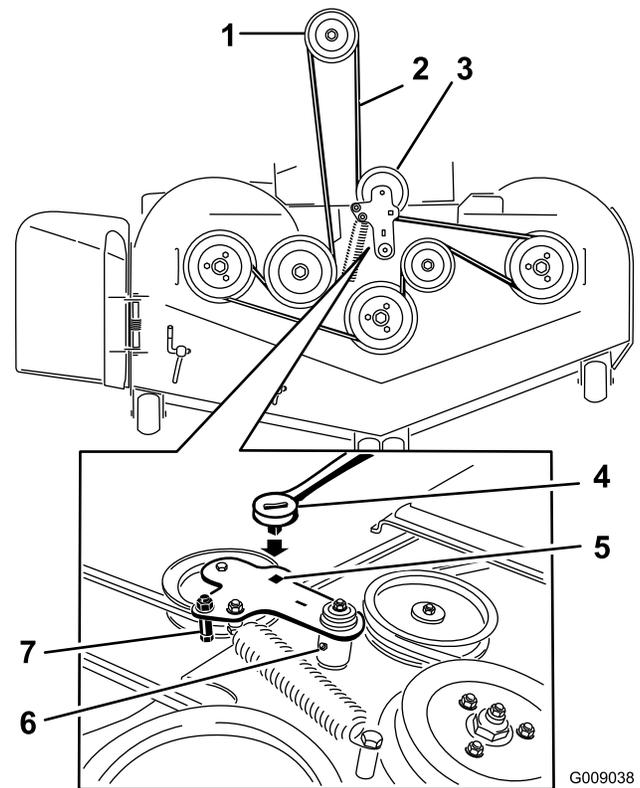

Bild 82
7. Setzen Sie eine Ratsche in das rechteckige Loch im Spannarm ein, um die Spannung an der Spannscheibenfeder zu lösen (**Bild 82**).
9. Nehmen Sie die Riemenschutzvorrichtung am gefederten Spannarm ab, wie in **Bild 82** dargestellt.
11. Verlegen Sie den neuen Riemen um die Mähwerk- und Bremsspannscheiben unter dem Motor (**Bild 82**).
12. Nehmen Sie die Riemenführung am Spannarm ab, wie in **Bild 82** dargestellt.
13. Setzen Sie die Spannscheibenfeder mit der Ratsche im rechteckigen Loch ein (**Bild 82**).